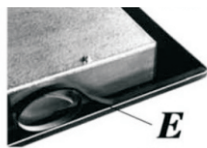

Рис.11
- Переверните варочную поверхность и правильно расположите прокладку «Е» (рис. 11) под краями варочной поверхности так, чтобы наружная сторона прокладки точно совпадала с наружным краем варочной поверхности. Края полосок должны совпадать, не выступая друг над другом.